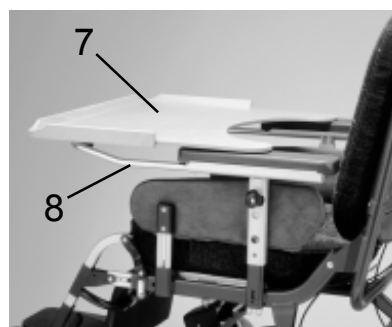
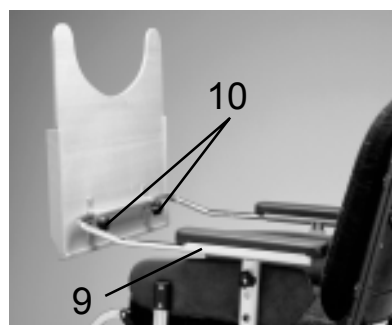

bild 15d
bild 15e
Bordet (7) sätts fast på stolen genom att sticka in bordsrören (8), bild 15d, i hålen på armstödprofilen (9), bild 15e. Det vänstra röret är längre för att underlätta införandet. Vinkla gärna upp bordet enl. bild 15e, så att rören syns.
Lossa rattarna (10), se bild 15e, på bordsbeslaget så mycket att bordsrören kan ställas in. Stick in rören i armstödsskenan. Rikta in bordet så att det sitter rakt. Dra åt rattarna så att bordet sitter stadigt men inte mer än att det kan vinklas.